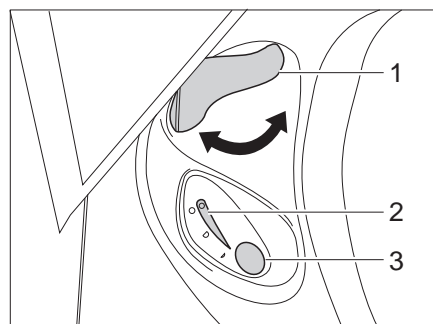

Bild 153 Bedieneinheit Thetford-Toilette
- Vor dem Spülen den Schieber der Thetford-Toilette öffnen. Dazu den Schieberhebel (Bild 153,1) entgegen dem Uhrzeigersinn drehen.
- Zum Spülen den blauen Spülknopf (Bild 153,3) drücken.
- Nach dem Spülen den Schieber schließen. Dazu den Schieberhebel (Bild 153,1) im Uhrzeigersinn drehen.
Die Kontroll-Leuchte (Bild 153,2) leuchtet, wenn die Thetford-Kassette entleert werden muss.
- Den Schieberhebel (Bild 153,1) im Uhrzeigersinn drehen. Der Schieber wird geschlossen. Zum Entleeren **muss** in der Thetford-Toilette der Schieber geschlossen sein.